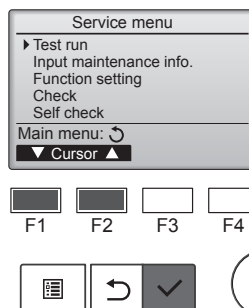

Fig. 7-1
- 1 Vælg "Test run" (testkørsel) fra Service menu (servicemenu), og tryk på knappen [VÆLG]. (Fig. 7-1)